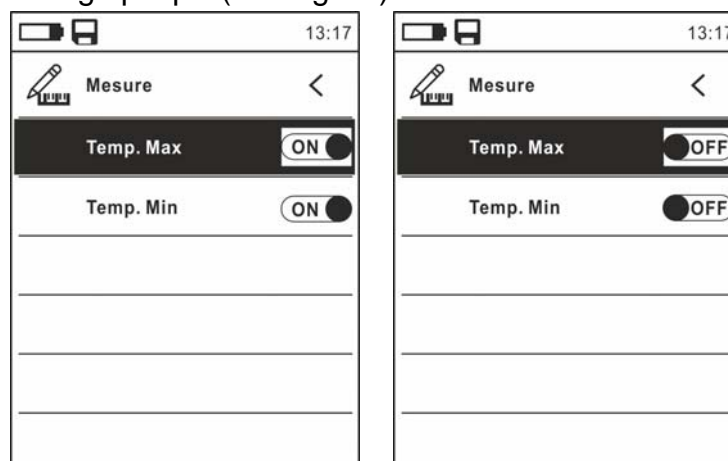

Fig. 11: Menu Mesure
9. Sélectionner la rubrique « Mesure » et appuyer sur la touche ≡ ou ► pour l'activation/désactivation des curseurs associés au point le plus « chaud » ou le plus « froid » dans l'image thermographique (voir Fig. 11)